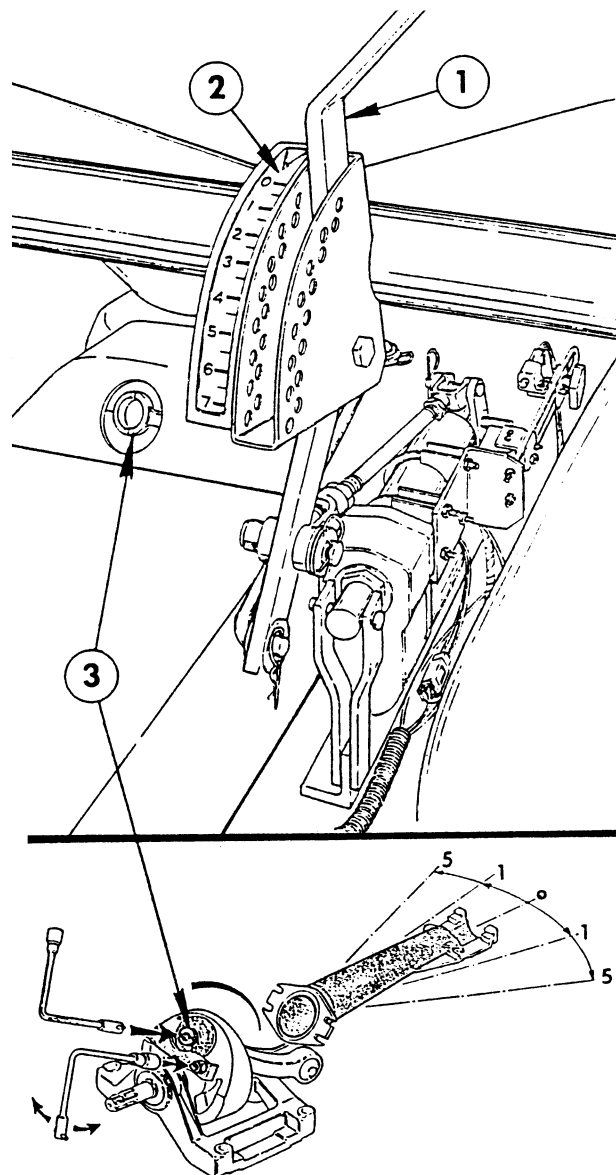

Fig. 5
1. Girare con la mano la puleggia di trasmissione dello spandiconcime fin quando nell’apertura dello stesso compare il regolatore dell’arco, come illustra la Fig. 5.